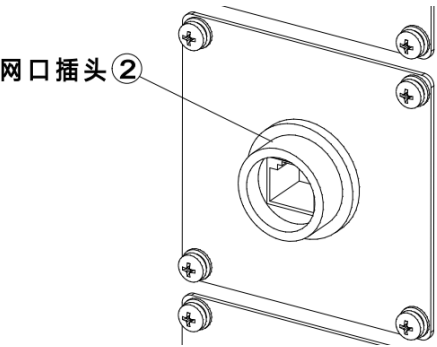

图 16-11 网口插头
步骤2. 把②网口插头（参考图 16-11）安装在网口插头安装板上。